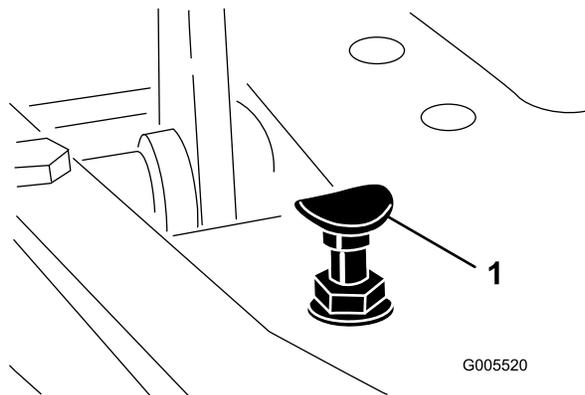

Рисунок 43
управления в положение ТРАНСПОРТИРОВКА и нажмите на педаль тяги. Если педаль касается упора (Рисунок 43) до того, как на тросике начинает ощущаться натяжение, выполните следующую регулировку:
1. Переведите рычаг функционального управления в положение ТРАНСПОРТИРОВКИ и ослабьте контргайку, которая крепит упор педали к полу (Рисунок 43).